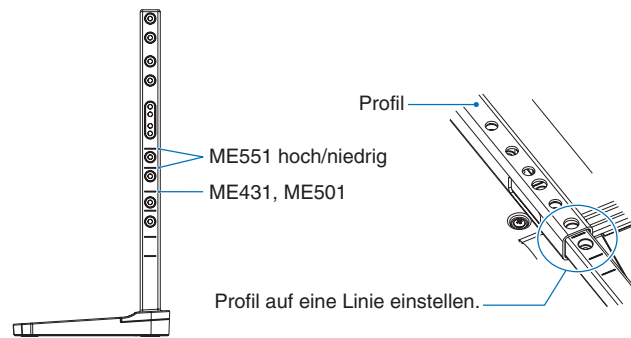

Abbildung 1
1. Die Linien auf der Tragsäule dienen zum Einstellen der Höhe (**Abbildung 1**). Bitte stellen Sie das Profil auf die Linien ein.